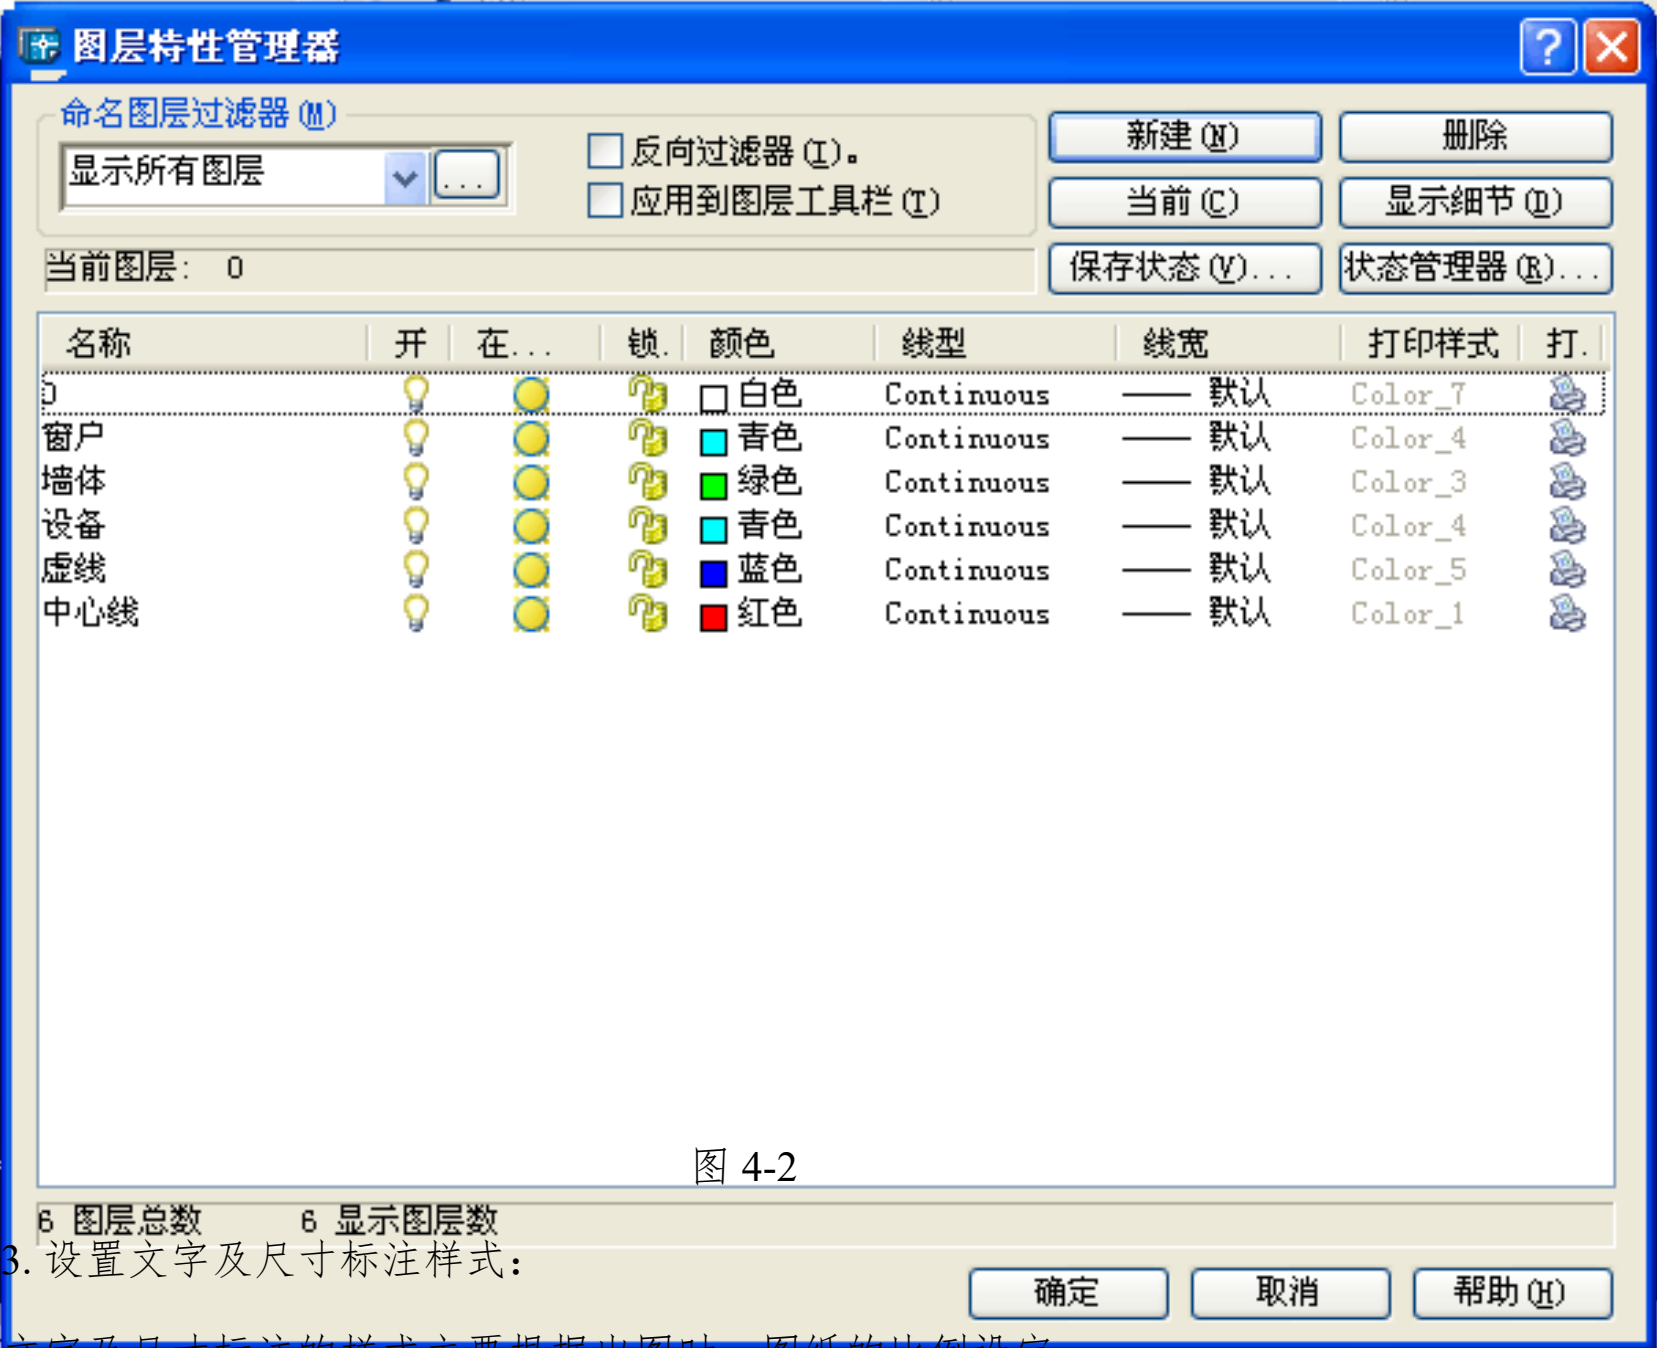

图 4-2
- ① 点击“格式”，选择“图形界限”；
- ② 在下面的“命令”对话框内会出现默认左下角点的坐标（0,0），我们直接点击“回车”；
- ③ 指定图形界限右上角点坐标,如用 A3 420mm×297mm 打印纸出图,则设置为 420000, 297000。然后点击“回车”；
- ④ 然后，点击“视图”选择“全部重生成”，即完成了图形界限的设置。
- ① 点击图层管理器图标 ，打开“图形特性管理器上”，如图 4-2。然后，在“图形特性管理器上”选择“新建”；
- ② 每个新建图层可以设立名字，如轴线、墙体、标注、文字、门窗、虚线等；注意，“0”图层是不能更改的，只能在新建的土层上进行修改。
- ③ 为不同类型的图元对象设置不同的图层、颜色、线型及线宽，在作图时图元对象的